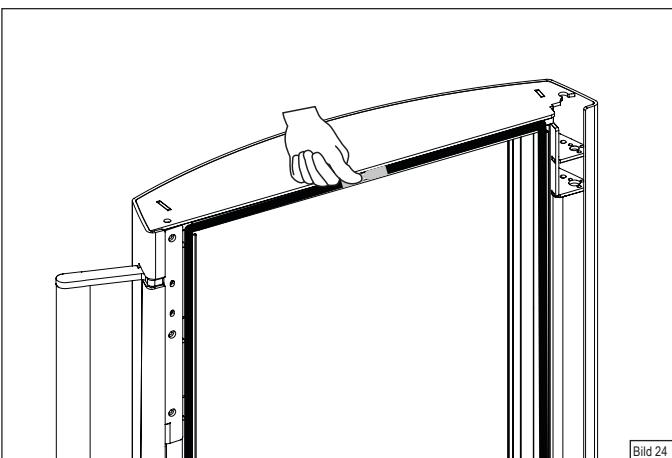

Bild 24
- Umwickeln Sie das Ende auch mit Kupferband (Bild 20) und drücken Sie die Dichtung in die Führung rein (Bild 24)